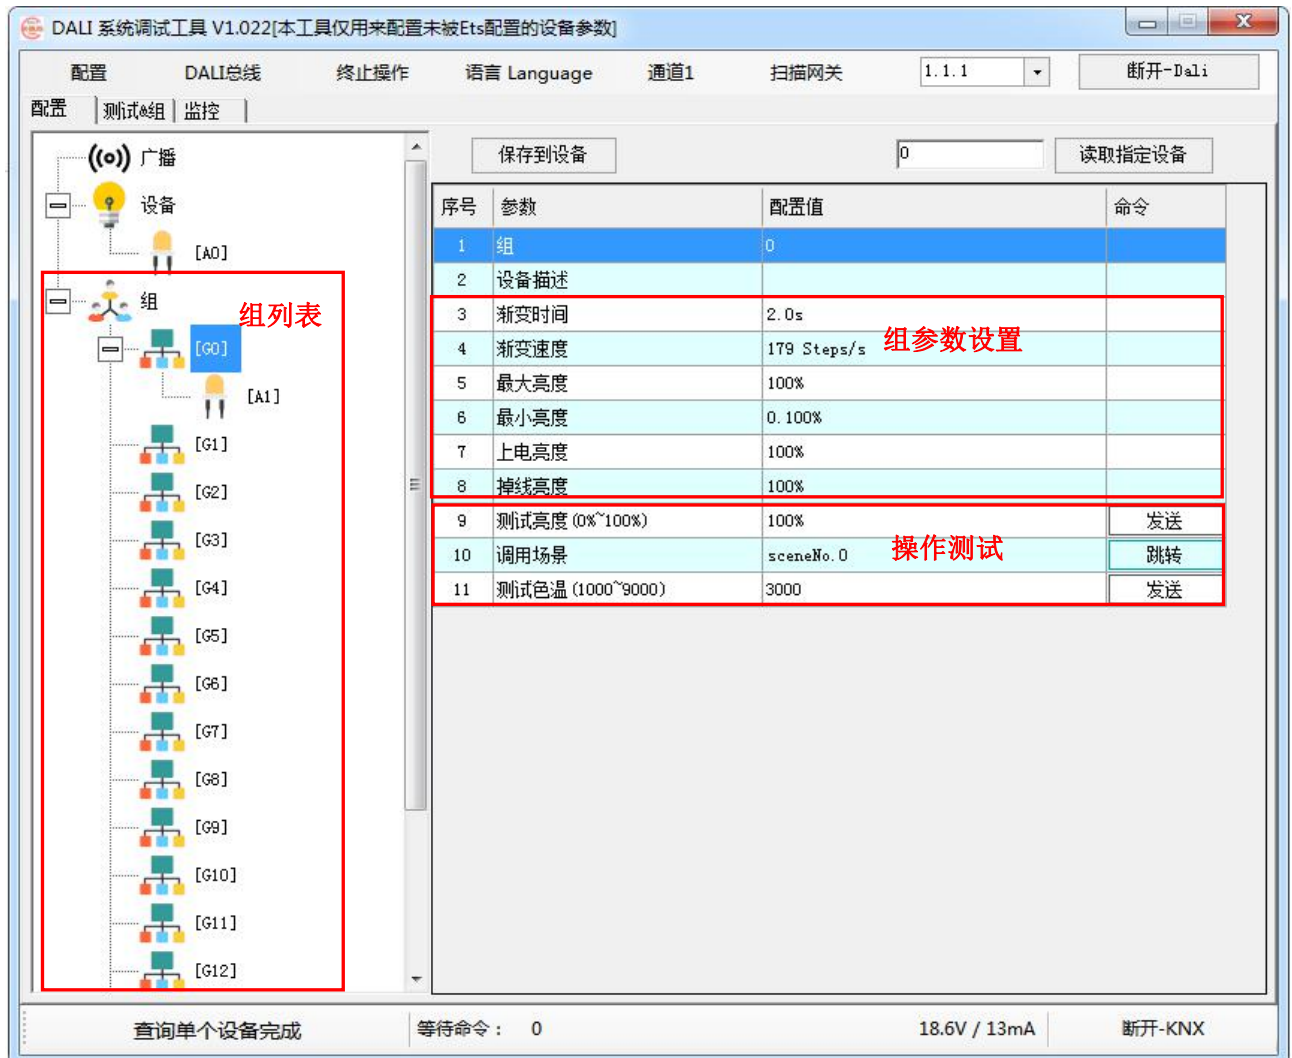

图 3.8 组配置界面
⑥ **设备描述**：给 DALI 设备添加一个名称，如 2#灯。
⑦ **设备类型**：显示 DALI 设备类型，如 DT6，设备类型一栏显示 6。
⑧ **组**：显示 DALI 设备所属的组。显示“NotJoin”表示未分配到任何一个组中。DALI 设备组的分配在窗口界面“测试&组”中进行，如下图 3.10。设备被分配到组中后，它将显示在组列表中，如下图 3.8 所示。
⑨ **参数设置**：DALI 设备的参数设置包括调光渐变时间和调光渐变速率、最小亮度、最大亮度、DALI 总线掉电亮度、上电复位亮度和物理最低亮度，其中物理最低亮度是 DALI 设备的特性，不可更改。
组配置界面如图 3.8 所示，用于设置组的参数，及对组进行测试等操作。